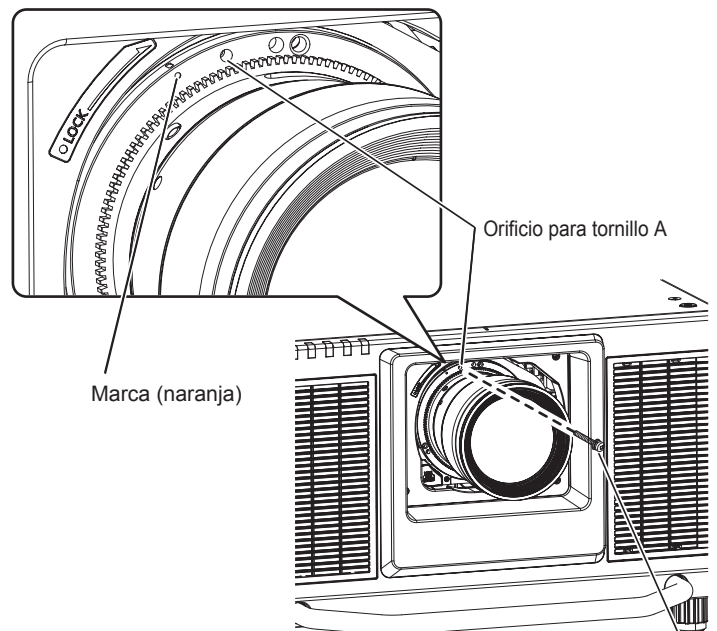

Figura 4
4) Asegure la lente de proyección con el tornillo de sujeción de la lente suministrado. (Figura 4)